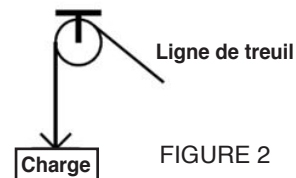

FIGURE 2
2.1 LIMITE DE CHARGE D'UTILISATION - Le DSK3-60 a été conçu et prévu pour une limite de charge d'utilisation d'une personne, pesant au maximum 141,5 kg (310 lb) (avec tous ses vêtements, ses outils, et son équipement) lorsqu'employé en tant que dispositif de levage à poulie pour câble unique comme illustré dans la figure 2.